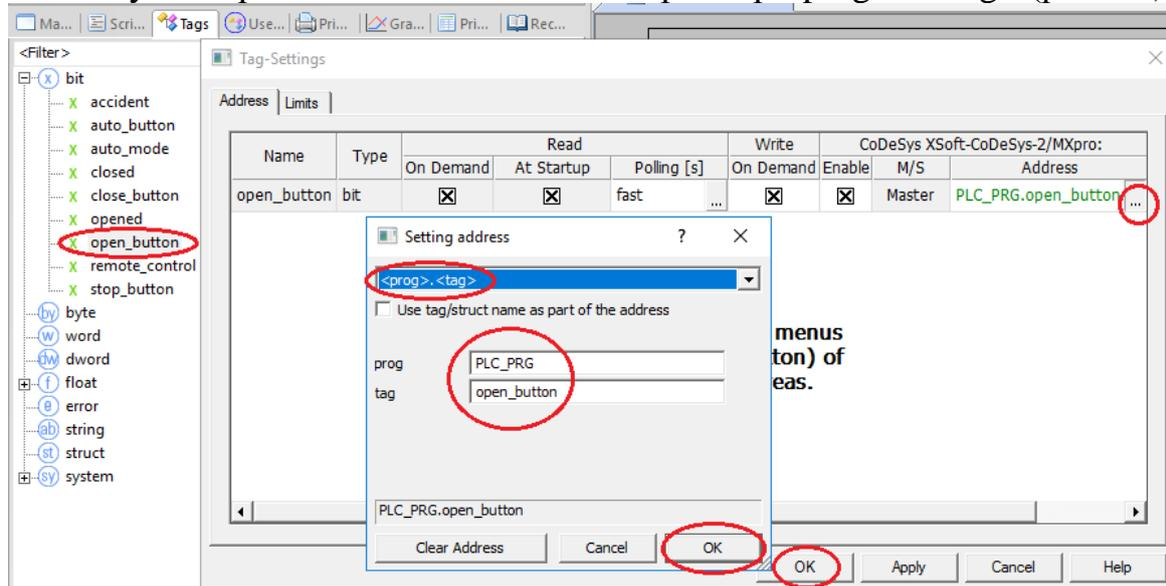

Рис. 51. Задание параметров тега
5. *Настройте тег.* Два раза кликните на созданном тэге. Перейдите на вкладку Address и в соответствующей строке нажмите клавишу выбора. После этого задайте параметр <prog> и <tag> (рис. 51).